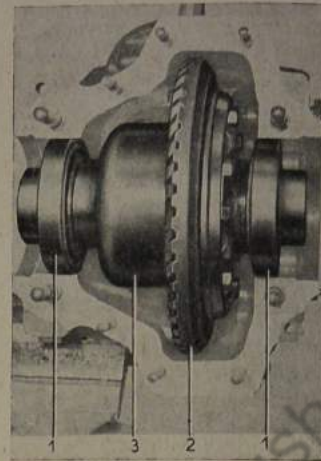

Bild 650: Ausgleichgetriebe-Zusammenbau in Hinterantriebsgehäuse einsetzen
4. Ausgleichgetriebe mit Tellerrad und beiden seitlichen Kegelrollenlagern in das Gehäuse einlegen (Bild 650).